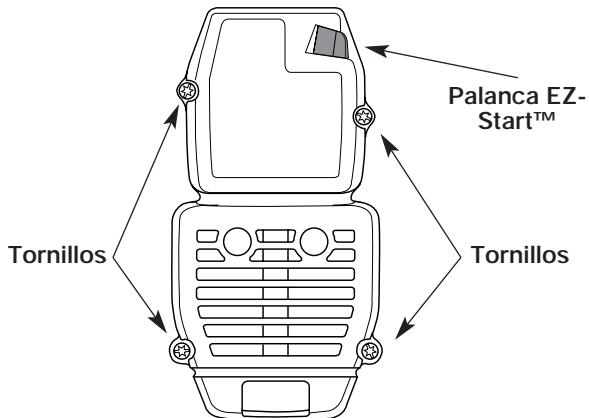

Fig. 23
1. Saque los cuatro (4) tornillos que sostienen la cubierta del silenciador / filtro de aire (Fig. 23). Use un destornillador de vástago plano o de broca Torx N° T20.
2. Inserte los cuatro (4) tornillos en los orificios de la cubierta del silenciador / filtro de aire (Fig. 23) y ajústelos. No los ajuste demasiado.